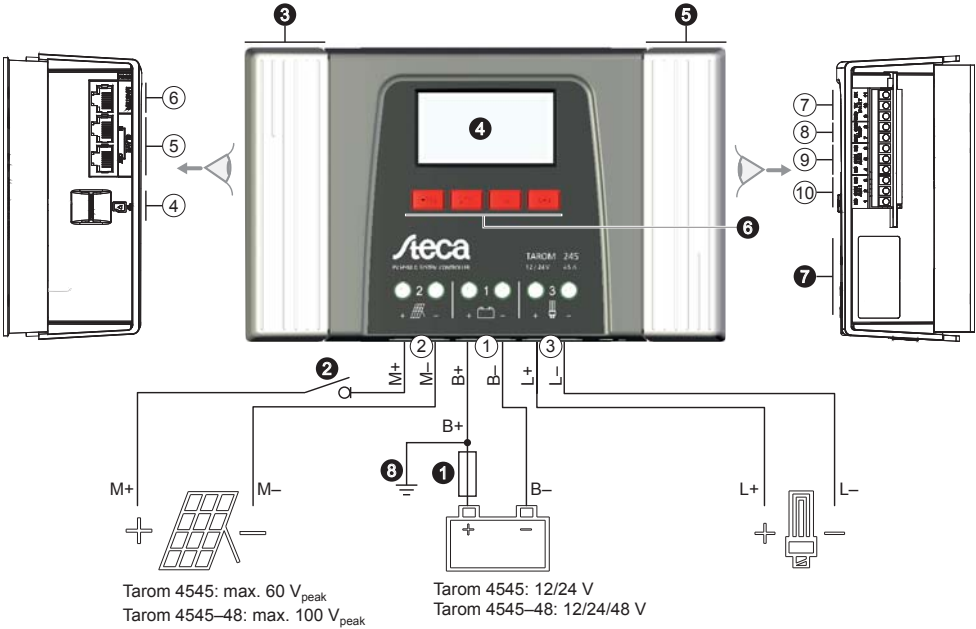

Fig. 1: Vue d'ensemble du boîtier et des prises
9.2.1 Prise femelle RJ45 pour le bus maître (Ⓢ dans fig. 1)
9.2.2 Prise femelle RJ45 pour le bus esclave (Ⓣ sur la fig. 1)
9.2.3 Logement de la carte microSD (④ sur la fig. 1)
9.2.4 Sorties de relais AUX 1, AUX 2 (⑨, ⑩ sur la fig. 1)